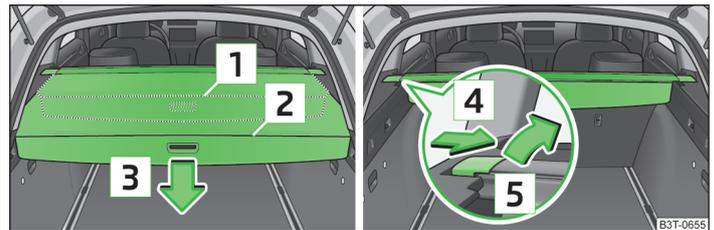

Abb. 87 Aufrollbare Gepäckraumabdeckung: herausziehen und aufrollen / herausnehmen
- Die aufrollbare Gepäckraumabdeckung bis zum Anschlag in die gesicherte Stellung **2** » Abb. 87 ziehen.
- Die Abdeckung im Griffbereich in Pfeilrichtung **3** » Abb. 87 drücken, die Abdeckung rollt sich automatisch in die Stellung **1** auf.
➤ Auf der Seite der Querstange in Pfeilrichtung **4** » Abb. 87 drücken und die Abdeckung mit einer Bewegung in Pfeilrichtung **5** herausnehmen.
Die aufrollbare Gepäckraumabdeckung rollt sich automatisch in die Stellung **1** auf » Abb. 87 auf Seite 91.